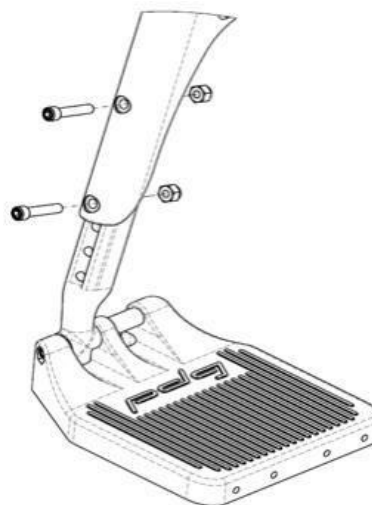

Fig. 2: Höjdjustering av svängbart standardfotstöd.
1. Ta först bort eventuella fotremmar som har monterats. Ta sedan bort skruvarna och muttrarna (fig. 2) med en insexnyckel.